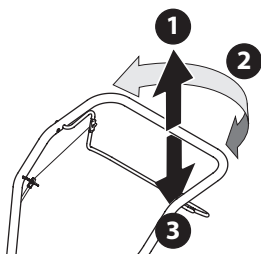

Figure 18
1. Pour effectuer un virage, soulevez le guidon jusqu'à ce que les dents et le moteur se trouvent au-dessus des roues. Voir la Figure 18.
2. Tenez le motoculteur en équilibre sur ses deux roues, puis poussez le guidon dans la direction voulue pour tourner l'appareil. Voir la Figure 18.
3. Après avoir effectué le virage, abaissez doucement les dents dans le sol pour continuer à labourer. Voir la Figure 18.